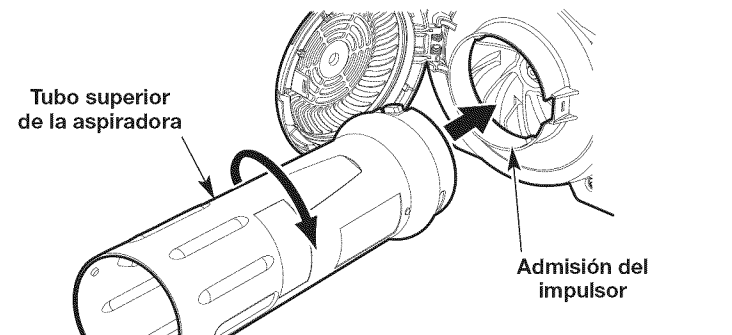

Fig. 7
3. Inserte el tubo superior de la aspiradora en la admisión del impulsor (Fig. 7).
4. Con ambas manos, gire el tubo superior de la aspiradora hacia la derecha hasta que calce en su lugar (Fig. 7).